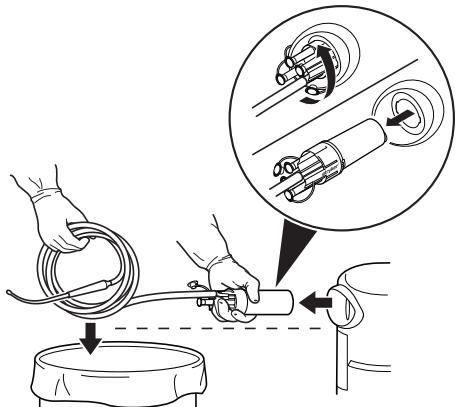

图 8 取下多通道接头和抽吸管
4. 旋转多通道接头, 直至被解锁为止, 然后将多通道接头及相连的抽吸管拔出插座, 务必将多通道接头保持在水平位置(图 8)。